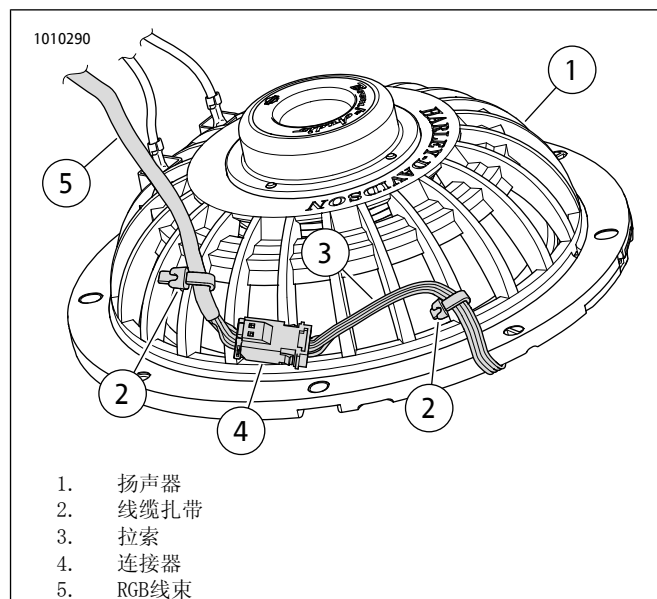

图12。扬声器背面：线缆和线缆扎带
- a. 参见图12。将灯模组的连接器(4)插入RGB线束。